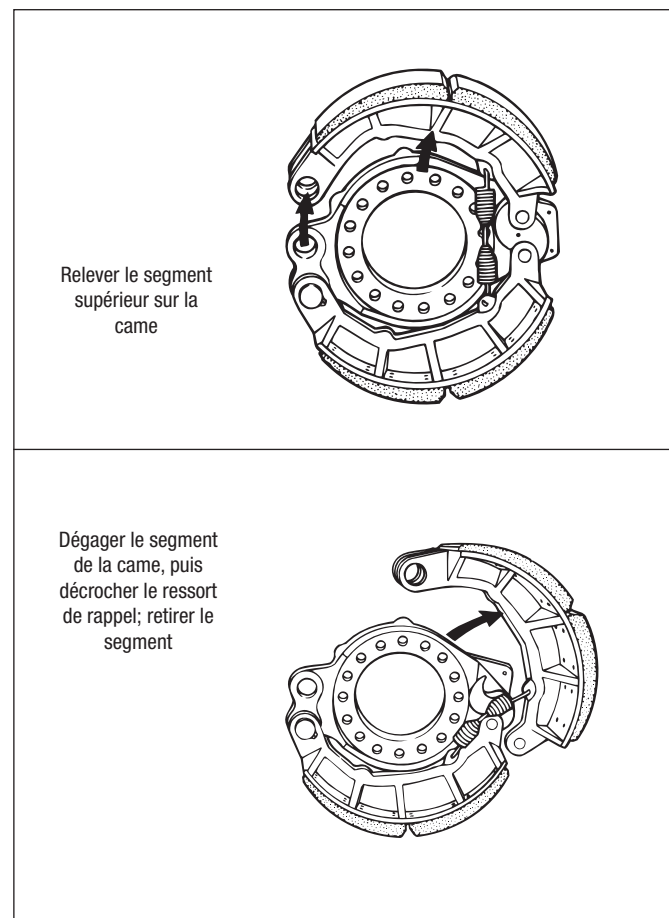

Figure 26 – Dépose des segments
6. Relever le segment supérieur sur la came et le détacher de celle-ci, puis décrocher le ressort de rappel; retirer le segment supérieur. Cf. Figure 26. Jeter le ressort de rappel.